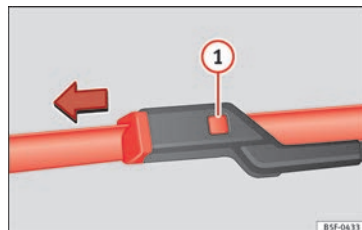

Fig. 77 Cambio de las escobillas del parabrisas.
- Mantenga presionada la tecla de desbloqueo » » » fig. 77 ❶ tirando ligeramente de la escobilla en el sentido de la flecha.